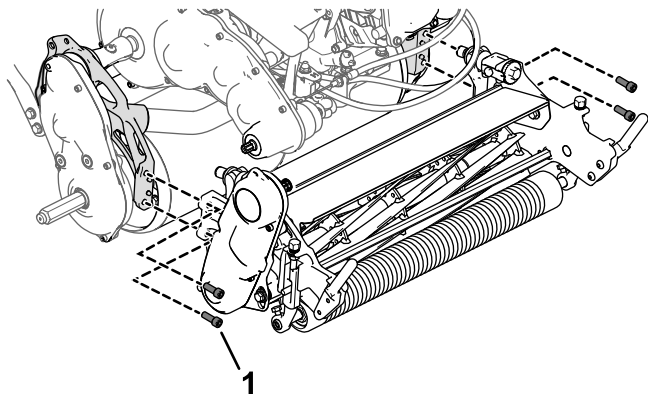

Figura 6
1. Utilizai 4 uruburi cu cap imbus pentru a monta unitatea de tăiere la maină (Figura 6).